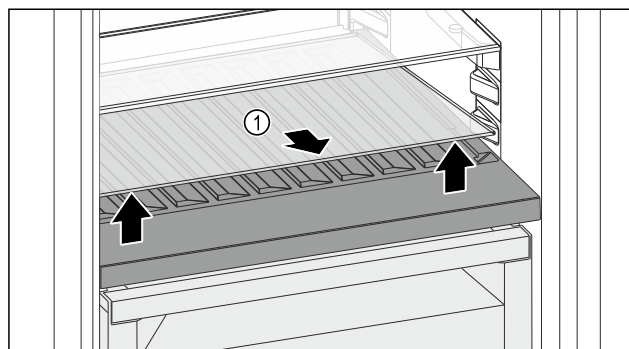

Fig. 91
- Glasplatte Fig. 91 (1) an der Aussparung vorne anheben und herausnehmen.
- Glasplatte Fig. 91 (1) außerhalb des Geräts sicher aufbewahren.